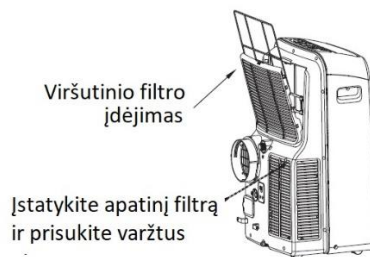

Fig.24
- Filtro įdėjimas: po išvalymo, įdėkite filtrus į jų vietas bei prisukite apatinį filtrą laikančius varžtus (žr. Fig. 24).